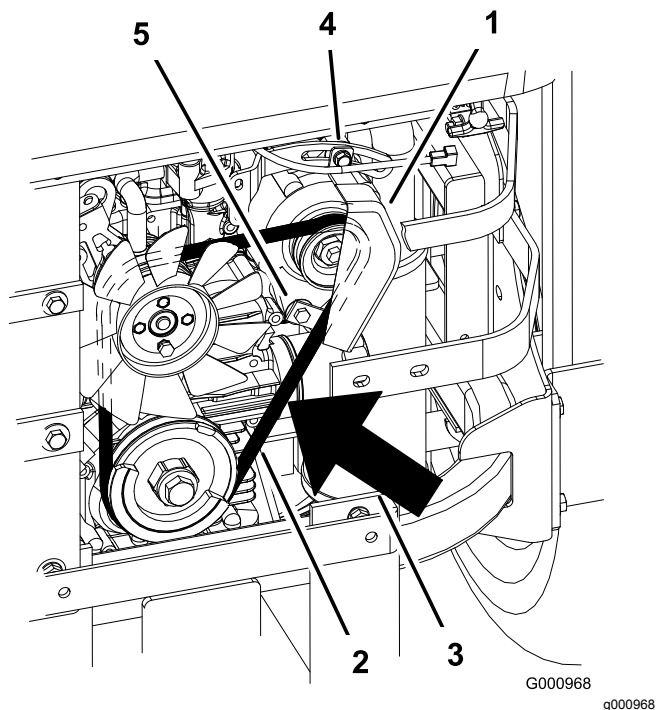

Figura 91
2. Regolate l'alternatore all'esterno fino a quando non è presente una flessione di 7-9 mm nella cinghia tra le pulegge del motore e dell'alternatore con 10 kg di forza (Figura 91).
5. Se la flessione è esatta, serrate i bulloni inferiore e superiore (Figura 91).